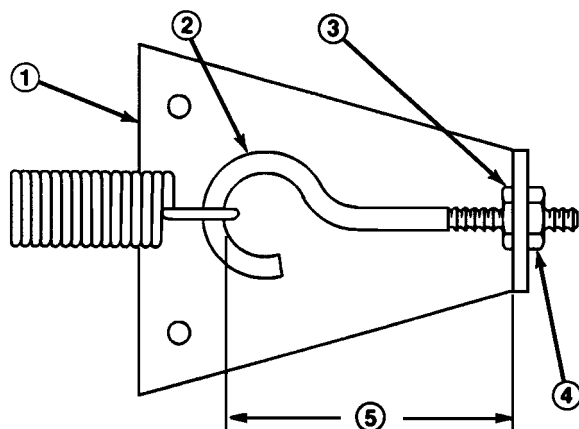

Figura 53
4. Gire el cáncamo en el sentido de las agujas del reloj hasta que la distancia entre el interior del cáncamo y el interior de la placa de sujeción del muelle se reduzca en 3mm, según muestra la figura 53. Apriete la tuerca.